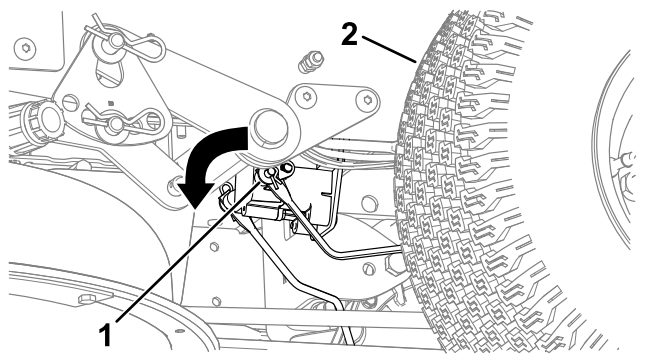

Figura 53
3. Individuate l'albero sul freno elettrico in cui sono collegati i bracci di attacco del freno (Figura 53).
4. Ruotate l'albero per rilasciare il freno (Figura 53).